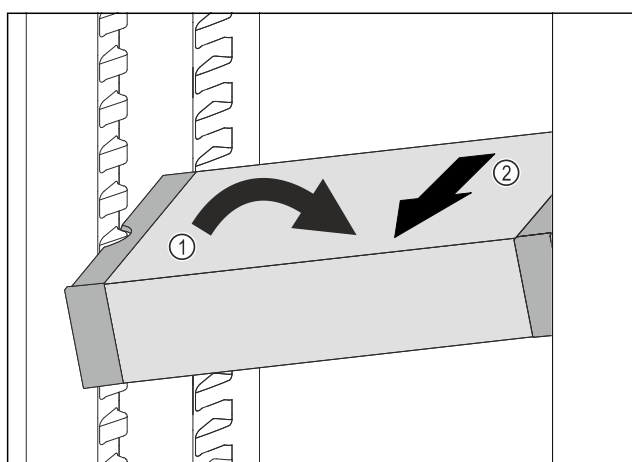

Fig. 79
- Impostare il vano frigorifero di VarioSafe ad angolo. Fig. 79 (1)
- Rimuovere VarioSafe tirando in avanti. Fig. 79 (2)